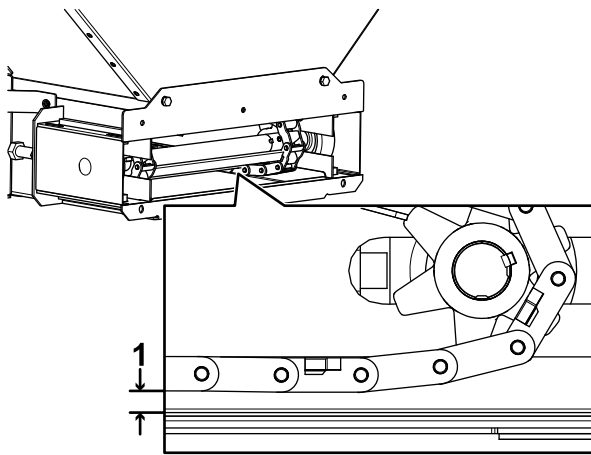

Bild 26
3. Prüfen Sie den Abstand zwischen der Stahlbolzenkette und dem Reinigungsfach (Bild 26).